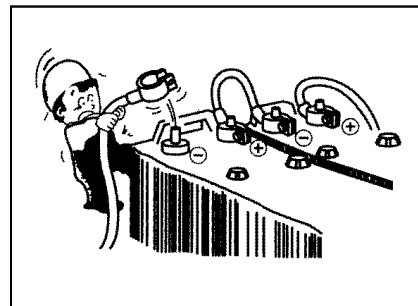

Рис. 2–21
- При ремонте электросистемы или электросварки на машине, следует снять катод (–) аккумулятора во избежание движения тока. (рис. 2–21)